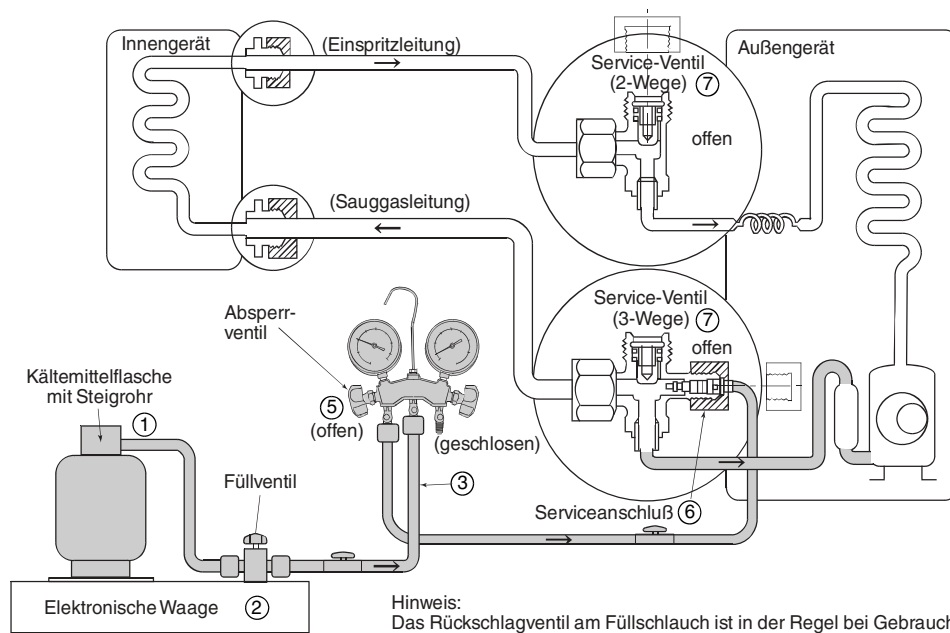

Abb. 13 – Nachfüllen von Kältemittel
4. Darauf achten, daß das Niederdruckmanometer – 1 bar anzeigt, danach die Niederdruckseite der Manometerbatterie ganz schließen und die Vakuumpumpe abschalten. 1 bis 2 Minuten warten und darauf achten, daß die Anzeige unverändert bleibt. Die restlichen Schritte sind wie in Abb. 13 dargestellt durchzuführen.